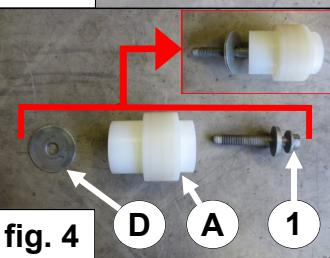

fig. 4
5. Fixez boulon 1 avec coupelle A et anneau D. Voir fig. 4 & 5.
5. Installera bult 1 tillsammans med fjäderplåten A och ring D. Se fig. 4 & 5.